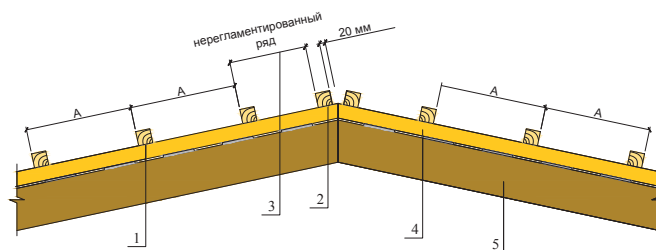

Рис. 5
4.1.9. Высота верхнего ряда обрешетки не регламентируется. Последний брусок обрешетки устанавливают с отступом 20 мм от оси конька (см. рис. 5).